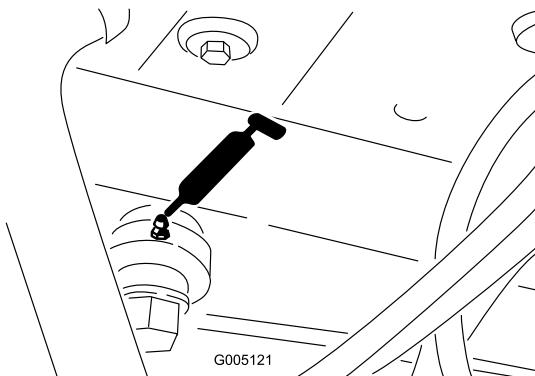

Figura 35
- Extremidade do cilindro da direção (Figura 35)